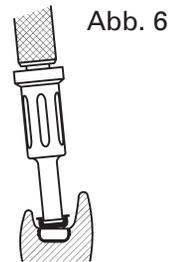

Abb. 6
8. Verwenden Sie das Ausgliederungswerkzeug für die Patrize (Teil des Locator Werkzeugs), um die schwarze Bearbeitungspatrize aus der Metallkappe zu entfernen. Pressen Sie den scharfen runden Rand am Ende des Ausgliederungswerkzeugs fest bis auf den Grund der Plastikmatrize, sodass er sich im schwarzen Einlegeteil verfängt und man mit dem angewinkelten Werkzeug die Plastikpatrize aus dem Metallgehäuse ziehen kann (Abb. 6). Um die Plastikpatrize von der Spitze des Werkzeugs zu entfernen, halten Sie das Werkzeug nach unten, weg vom Körper, und drehen Sie das Ausgliederungswerkzeug für die Patrize im Uhrzeigersinn zurück auf das Locator Werkzeug. Dieses Vorgehen aktiviert den Entfernungsbolzen, der die Nylonpatrize von der Spitze des Ausgliederungswerkzeugs entfernt.